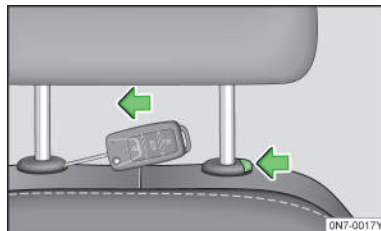

图 82
- ▶ 按压图片 ▶ 图 82 右侧箭头所示按钮，同时将钥匙插入图示位置 ▶ 图 82，另一个人将头枕完全拉出。
- ▶ 按住图片右侧箭头所示按钮 ▶ 图 82 向下移动头枕。